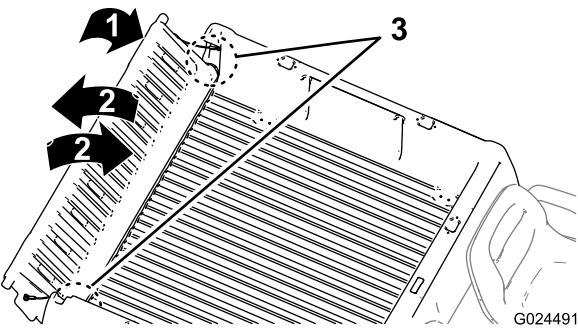

Рисунок 12
- Поверните откидной борт приблизительно в положение 45° (Рисунок 12).
- Короткими движениями, встряхивая, поверните откидной борт назад и вперед несколько раз (Рисунок 12).